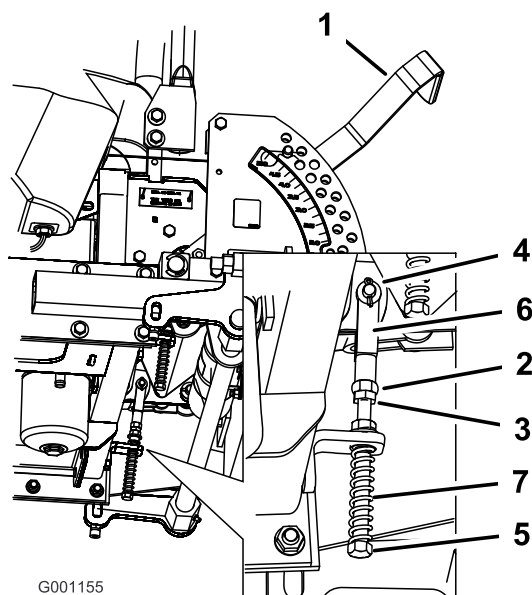

Figura 74
9. Aplique una ligera presión hacia atrás en la palanca de control de movimiento, gire la cabeza del perno de ajuste en el sentido apropiado hasta que la palanca de control esté centrada en posición de bloqueo/punto muerto (Figura 74).
10. Apriete la tuerca y la contratuerca (Figura 74).
8. Si es necesario un ajuste, afloje la tuerca y la contratuerca contra la horquilla (Figura 74).